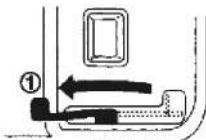

Рис. 7
- 3.** Переведите рычаг заслонки в положение 1 (Рис. 7)